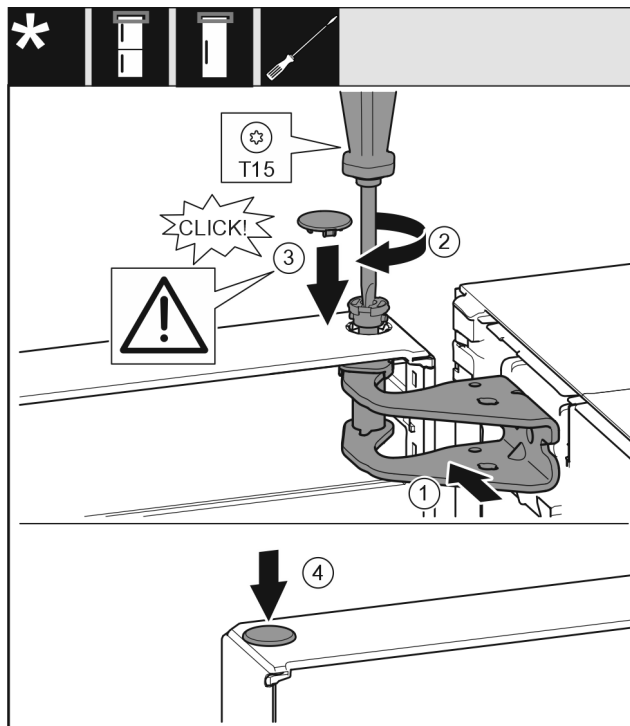

Fig. 21
- ▶ Регулирайте вратата горе спрямо отвора в лагерната стойка. Fig. 21 (1)
- ▶ Поставете болта Fig. 21 (2) и затегнете здраво с отвертка.
- ▶ Монтаж на предпазния капак Fig. 21 (3) за осигуряване на вратата: Поставете предпазния капак и проверете дали той е допрян до вратата. В противен случай поставете изцяло болта.
- ▶ Поставете тапата Fig. 21 (4).